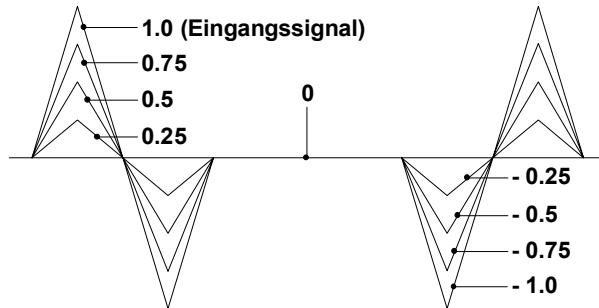

Abb. 2: Verstärkungsverhalten des internen Symmetrie-VCA's mit verschiedenen Verstärkungsfaktoren am Beispiel einer Dreieckswelle
⑤ **Symm.**
Die Symmetrie, d.h. den **Verstärkungsfaktor des internen Symmetrie-VCA's** legen Sie mit dem Regler ⑤ fest. Der Symmetrie-VCA ist ein spezieller Verstärker, dessen Verstärkungsfaktor im Bereich -1 bis 1 liegen kann, d.h. er ist in der Lage sowohl negativ wie auch positiv zu verstärken (s. Abb. 2).